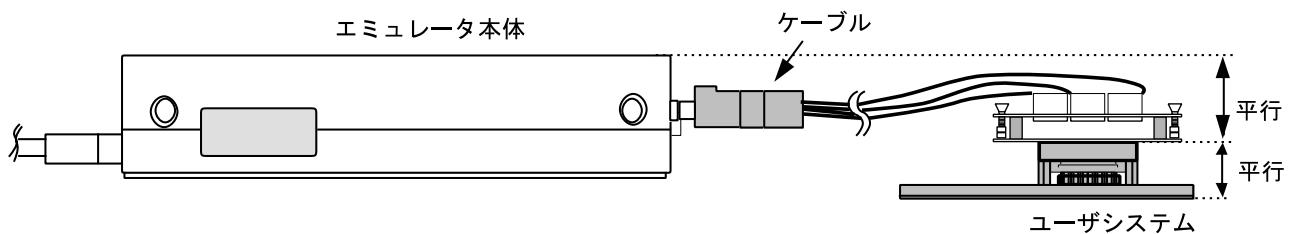

図10 設置例
- (1) ユーザシステムへの接続時には1ピン位置に十分注意して、誤接続は絶対にしないでください。
- (2) 本ユーザシステムインターフェースケーブルを使用する場合の推奨マウントパッド寸法は、MCU実装用マウントパッド寸法とは異なりますので注意してください。
- (3) 本ユーザシステムインターフェースケーブルは、HS3052EPI61Hエミュレータ専用ですので、他のエミュレータ本体には使用しないでください。
- (4) ケーブル本体部が断線する可能性がありますので、本ユーザシステムインターフェースケーブルの上に重いものや金属等の角の尖ったものを置かないでください。
- (5) ユーザシステムに接続した状態では、ユーザシステムインターフェースケーブル、特にケーブル先端部に無理な力が加わらないように注意する必要があります。図10の設置例を参照してご使用ください。